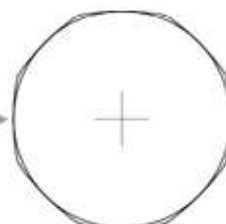

Рис. 29
4) Устанавливая 20-кратный или 40-кратный объективы по направлению света, поверните ручку центрирования диафрагмы (**F**) так, чтобы изображение на диафрагме стало больше, чем в поле зрения (рис. 29). Если изображение при этом не по центру, повторите настройку центрирования.